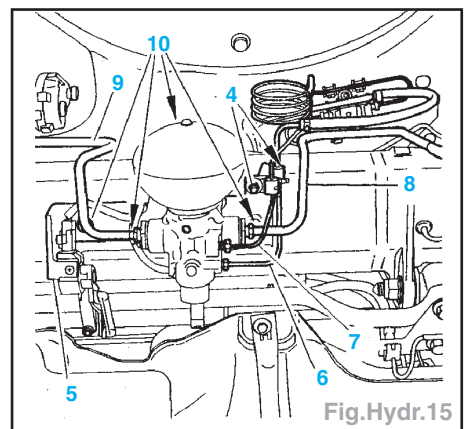

Fig.Hydr.15
- le connecteur (1)
- le connecteur (2)
- Désaccoupler la biellette de liaison (3) en «c».
- Déposer les écrous (4) (Fig.Hydr.15).